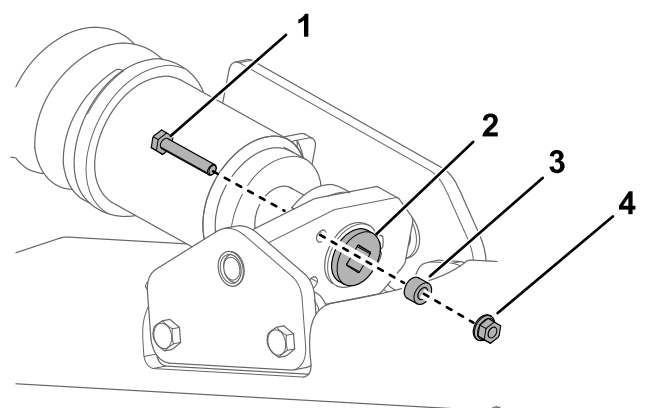
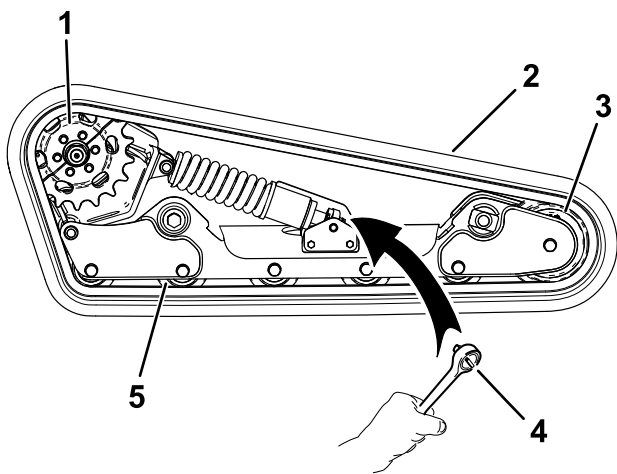

Figura 57
Figura 61
4. Scoatei urubul de blocare, distanțierul și piulița (Figura 57).
6. Alinai cea mai apropiată creștătură din urubul de tensionare la orificiul urubului de blocare și fixai urubul cu urubul și piulița de blocare (Figura 57).
7. Scoateți urubul de blocare, distanțierul și piulia (Figura 57).
8. Folosind un clichet de antrenare de 1/2 inch, eliberați tensiunea de antrenare rotind urubul de tensionare în sensul acelor de ceasornic (Figura 57 și Figura 61).
9. Îndepărtați cele 3 uruburi care fixează jumătatea de pinion care nu este cuplată cu enila (Figura 61).
14. Amplasai enila nouă în jurul roii din faă, apoi amplasai enila în jurul butucului de antrenare de pe partea fără pinion (Figura 61).
15. Împingeți enila sub și între roile de rulare și amplasai-o în jurul cadrului (Figura 61).